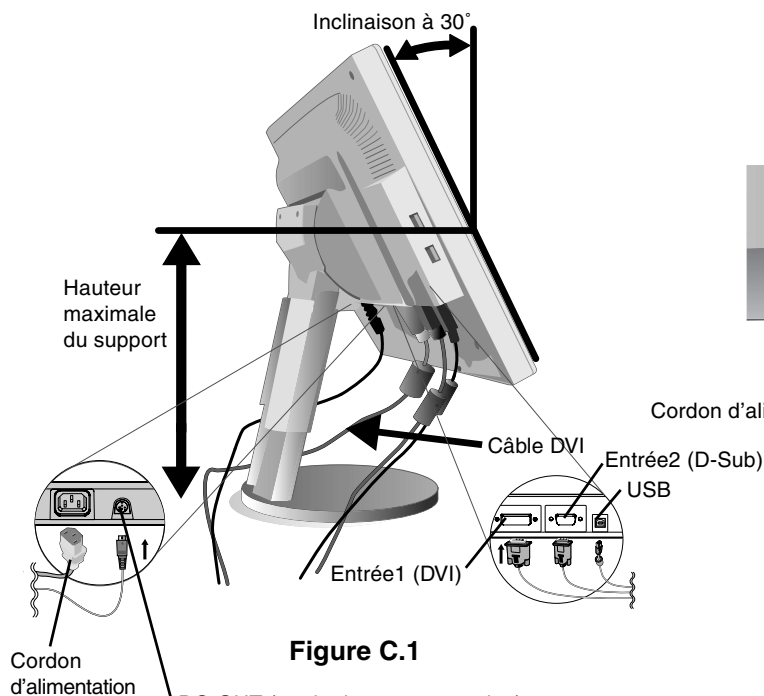

Figure C.1
3. Placez les mains de chaque côté du moniteur pour incliner l'écran LCD de 30 degrés et levez cette dernière jusqu'à la position la plus haute (**Figure C.1**).
4. Branchez tous les câbles aux prises appropriées (**Figure C.1**).
REMARQUE : En cas de branchement des câbles DVI et D-sub, ce dernier doit être branché le long de la nervure du côté du cordon d'alimentation (**Figure C.1**).